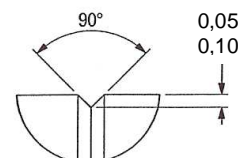

Fig. 1
- (1) Markierung des Abstandes **L1** auf dem Rohr (siehe Tabelle unten).
- (2) Den Rohrschneider an der Markierung ansetzen und durch eine 1/4 Umdrehung am Handrad anziehen.
- (3) Den Rohrschneider 360° um das Rohr drehen bis eine sichtbare Nut entsteht.
- (4) Entfernen des Rohrschneiders vom Rohr.
- (5) Sollte die Nut maschinell hergestellt werden, bitte Detail beachten (siehe Fig.1).